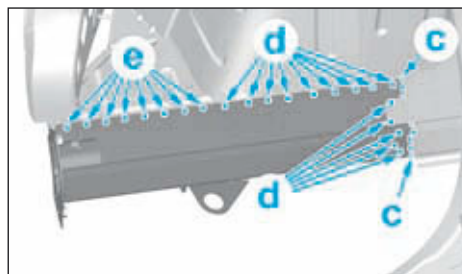

FIG.199
- Souder puis meuler les soudures par (Fig199) :